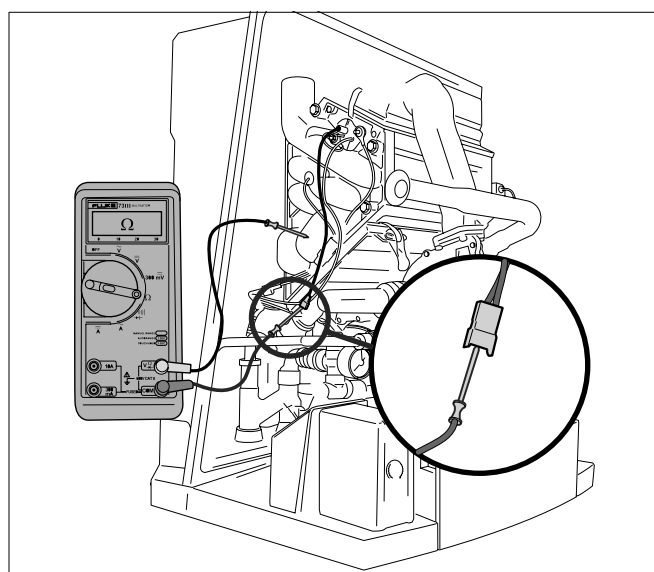

Fig. 35 Măsurarea electrodului de ionizare la nul
- Verificați cablul de ionizare între conexiunea cu fișă și piciorul de montare a UBA3, cu privire la scurtcircuit la nul și puncte de rupere (vezi Fig. 35 și Fig. 143 de la pagina 150).
- Măsurați electrodul de ionizare la nul (vezi Fig. 35). Rezistența la nul trebuie să fie continuu mare.